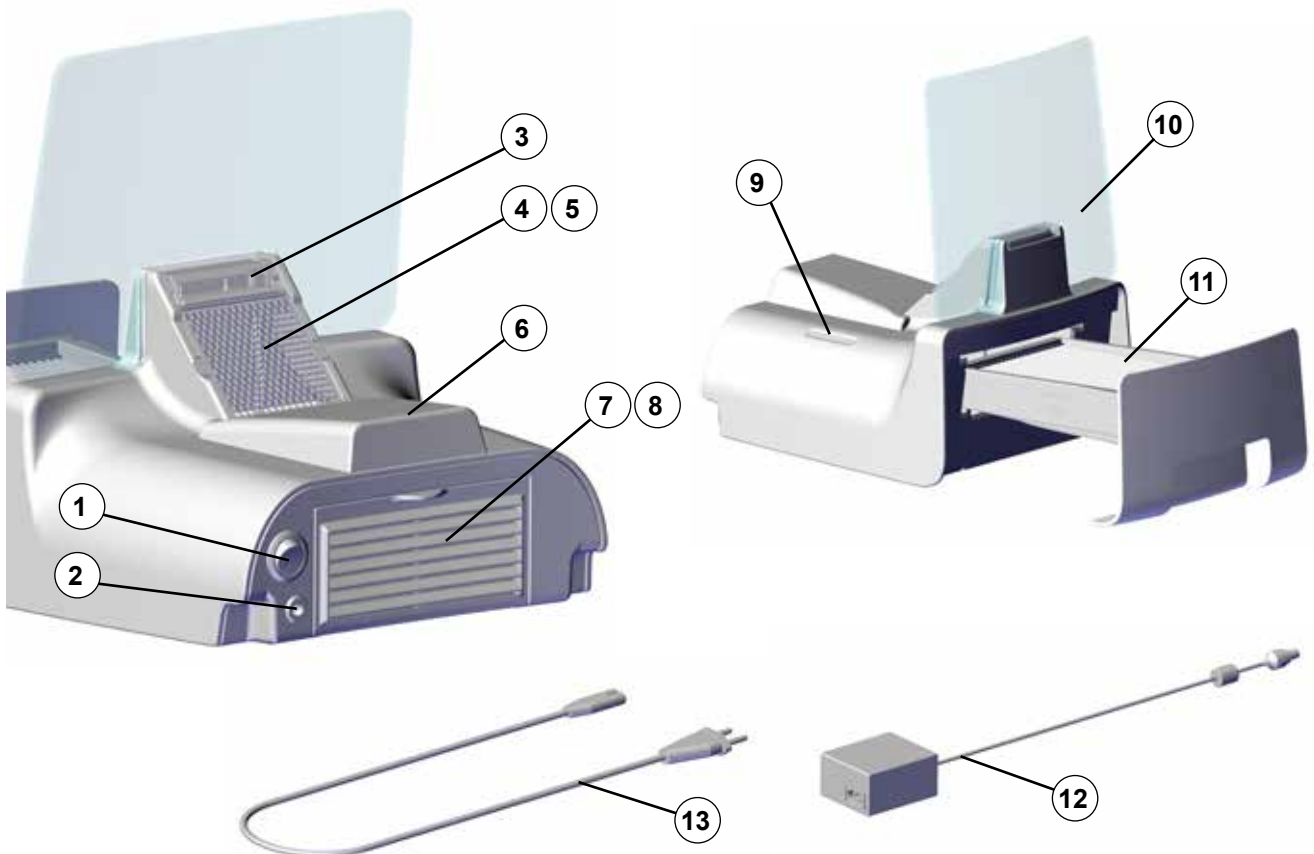

Abb. 1
- ⇒ Gerät am Ein- / Aus-Schalter (1, Abb. 1) ausschalten.
⇒ Netzkabel (13, Abb. 1) in Ladegerät (12, Abb. 1) einstecken.
Das Gerät wird am Ein-Aus-Schalter (1, Abb. 1) ein- und ausgeschaltet.